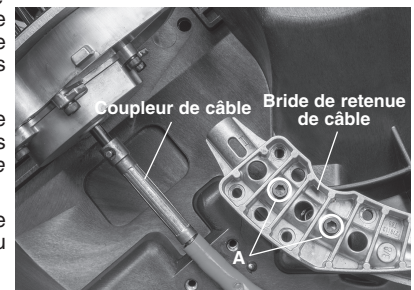

Figure 2 – Montage du câble
3. Desserrez les vis de retenue de la bride de gaine (Figure 2 « A ») de deux tours, mais sans les retirer.
4. Retirez les vis de retenue de la bride de câble, puis enlevez la bride (Figure 2).
- Engagez (sans serrer) les 4 vis de la bride de retenue de câble (Figure 2). Vérifiez que la gaine du câble arrive à moins de 1/4" (6 mm)